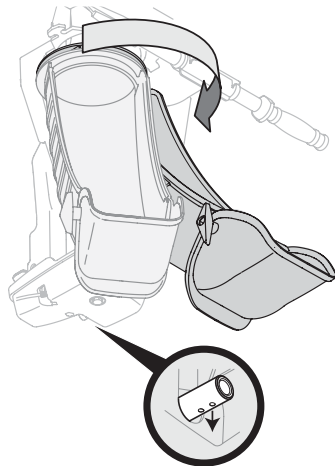

Figure 3-5
**REMARQUE :** Le levier de commande devrait être légèrement incliné vers la droite comme illustré à la Figure 3-5 et la flèche sur le pignon sur le haut pour assurer le pivotement complet de la goulotte.
4. Serrez le déclencheur sur le levier de commande et pivotez la goulotte par la main pour faire face à l'avant de la souffieuse. Les trous sur l'ensemble de rotation de la goulotte devraient être placés vers le haut. Voir la Figure 3-5.